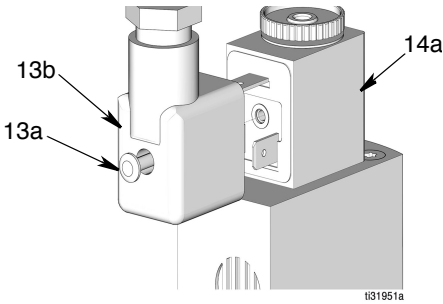

图 36
7. 拧松微型 DIN 电磁阀接头 (14a) 背面的螺丝 (13a) 并断开它与电磁阀接头 (14a) 的连接。丢弃电线组件 (图 36)。
3. 将 DIN 接头 (13b) 重新连接到电磁阀接头 (14a) (图 36)。